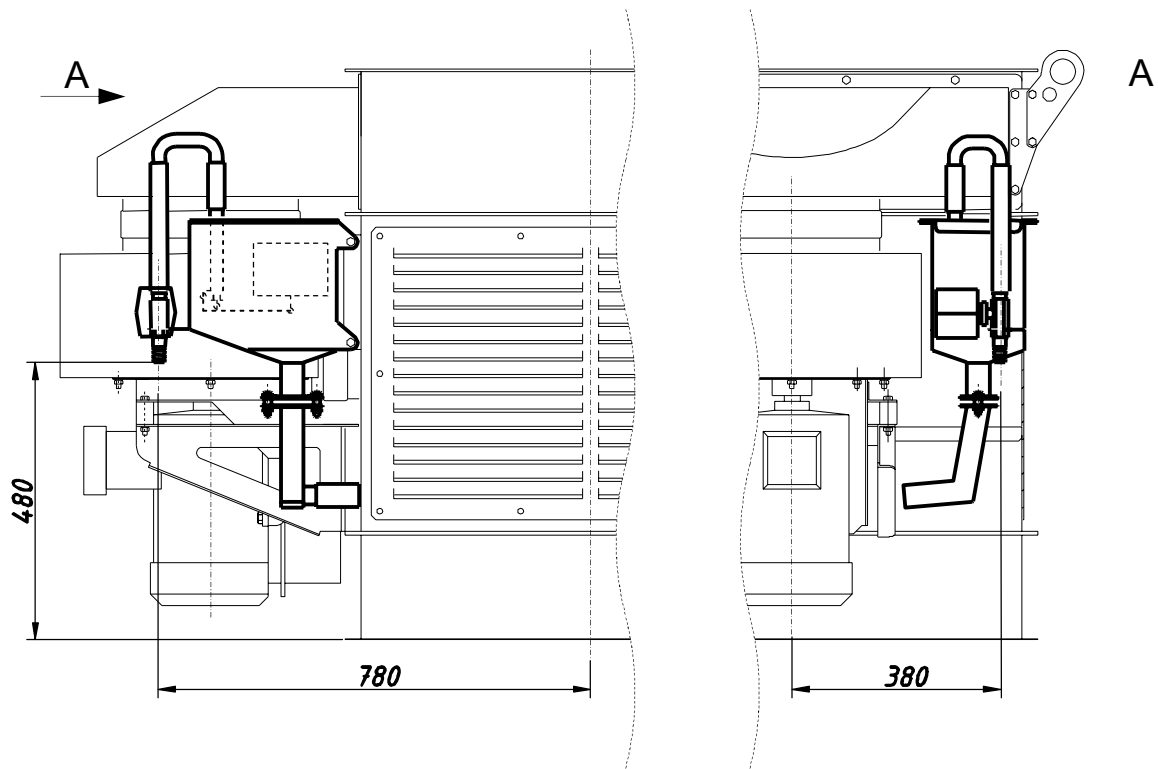

Рис. 8 Поплавковый дозатор.
6.6. При помощи шланга с внутренним диаметром 20..24 мм соединить штуцер подачи дозатора (см. рис.8а и 8б) с линией подачи воды.
6.7. Сливной патрубок Ø50 мм соединить с линией отвода шламовой воды. В случае поставки МВГ с переливным дозатором штуцер слива излишков воды из дозатора (см. рис.8б) необходимо соединить шлангом (внутренний диаметр 32..34 мм) с линией отвода шламовой воды или др.